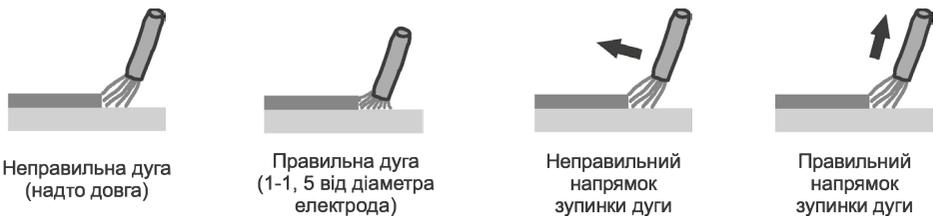

Рисунок 3. Відстань розташування електрода із покриттям до деталі під час ручного дугового зварювання («ММА»).
5. Після появи дуги одразу відвести електрод від поверхні майбутнього шва на відстань 2-4 мм і утримувати цю відстань протягом усього зварювального процесу (див. рис. 3).
6. Для зупинки процесу зварювання відвести електрод від поверхні деталі на достатню відстань (рис. 3).